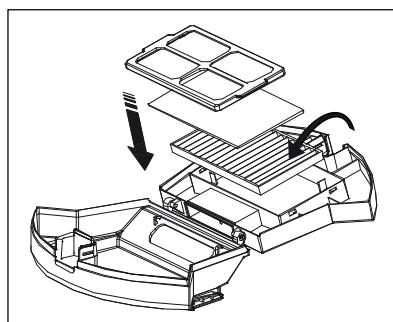

Fig. 13
- 7) Tapotez légèrement le filtre EPA ⑦ dans une poubelle ou aspirez-le délicatement avec un aspirateur à main.
8) Placez à nouveau le filtre EPA ⑦ et le filtre mousse dans le compartiment et fixez le filtre-tamis sur le compartiment. Refermez le bac à poussière ⑯ (voir fig. 13).